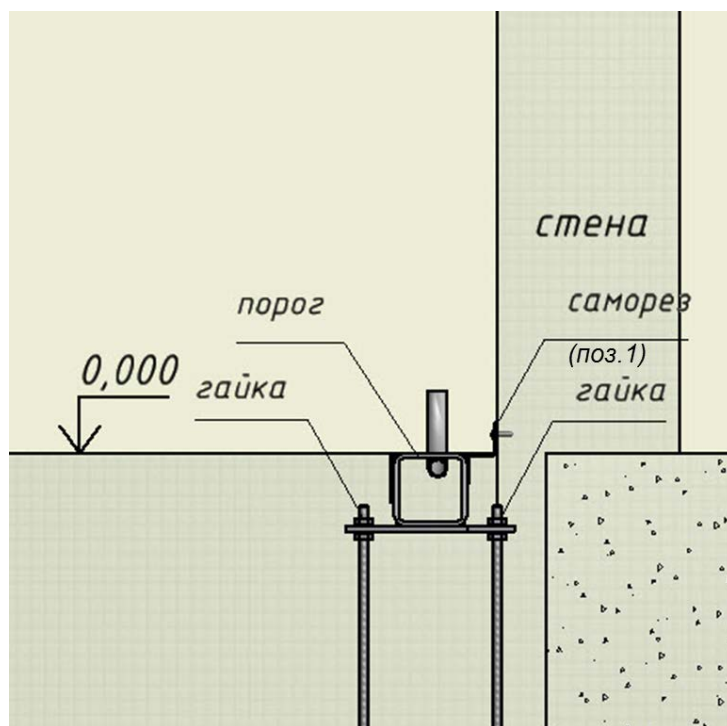

Рис.19
- **Внимание! После заливки бетона, удалить (выкрутить) крепёж (рис.19 поз 1).**